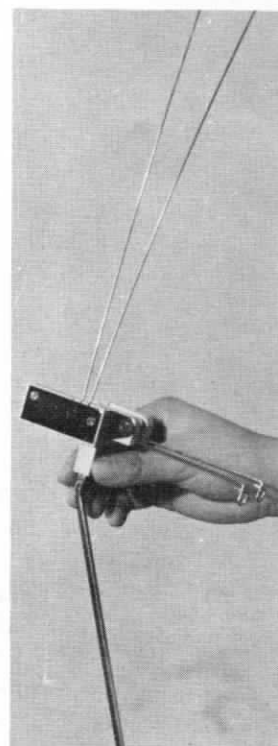

Fig. 16
12. Poner el guía-hilos superior con el tensor a la barra del soporte como indica la fig. 16 las dos barras cortas horizontales dirigidas hacia adelante.